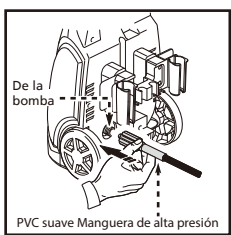

Fig. 3
- Enroscar la PVC suave manguera de alta presión (a la derecha) en la parte posterior de la unidad en la parte inferior (Fig. 3). El extremo de la manguera debe estar insertado en la salida del agua lo suficiente como para que el collar se puede enroscar en la salida roscas hasta apretado a mano. No utilice pinzas o alicates para apretar. Si tarda menos de seis vueltas no se ha apretado correctamente el adaptador de PVC suave manguera de alta presión. Es más fácil colocar la hidrolavadora en frente de usted para asegurar que las roscas se inició correctamente. El fracaso para apretar correctamente la manguera de alta presión provocará en la manguera, patina o chasquidos apagado inmediatamente después de encender la unidad. No te preocupes acerca de los daños si se produce esto, vuelva a instalar y tener más cuidado al atornillar el adaptador de PVC suave manguera de alta presión.